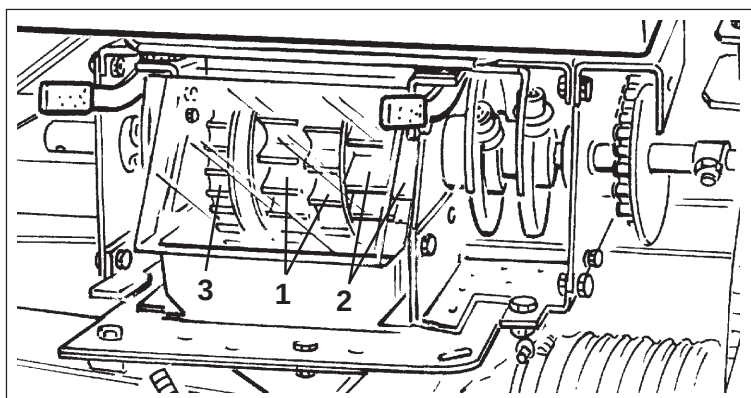

Fig. 20.2
- une roue distributrice principale **blanche** (fig. 20.2/1)
- une roue distributrice principale **orange** (fig. 20.2/2) et